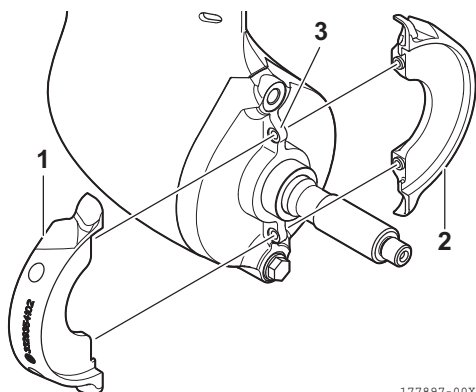

Figure 29
1. Montez les anodes (1, 2, **Figure 29**) sur le support de l'arbre d'hélice (3, **Figure 29**).
*Remarque : Faites attention au sens de montage des anodes (1, 2, **Figure 29**). Montez l'anode (1, **Figure 29**) sur le côté gauche et l'anode (2, **Figure 29**) sur le côté droit.*